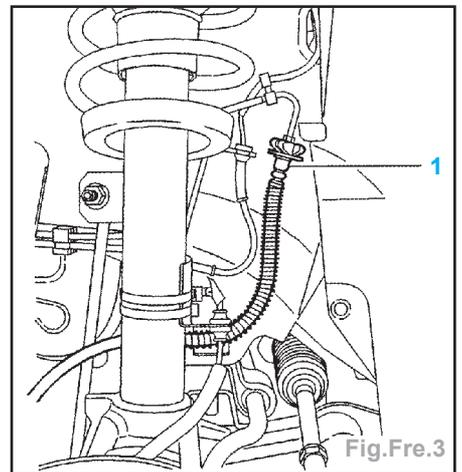

Fig.Fre.3
- Désaccoupler le raccord flexible (1) de la canalisation rigide de frein (Fig.Fre.3).